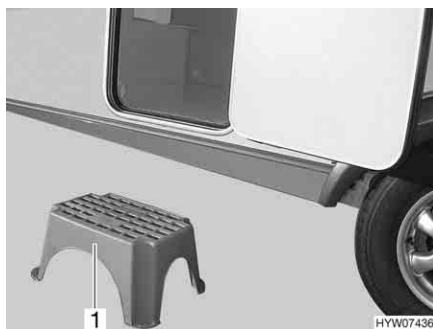

Fig. 13 Scalino di ingresso (non fissato all'interno)
- Collocare lo scalino di ingresso (Fig. 13,1) davanti all'entrata del caravan.